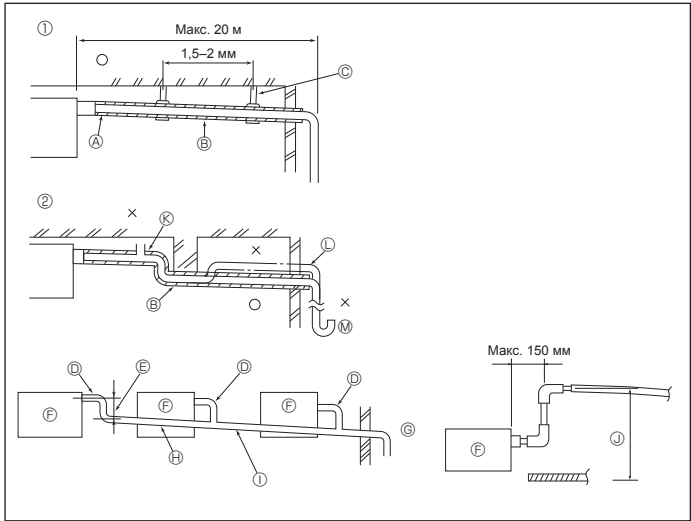

Fig. 6-1
6.1. Работы по установке дренажной трубы (Fig. 6-1)